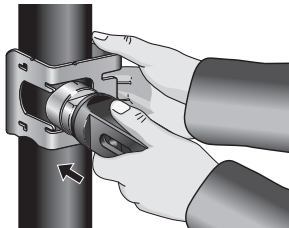

Figura 10 – Introducción del acoplamiento a través de la plantilla de posicionamiento
6. Introduzca el acoplamiento a fondo a través de la plantilla del acoplamiento y dentro del agujero en el tubo. La curvatura del acoplamiento debe corresponder a la curvatura del tubo. El acoplamiento debe quedar asentado sobre el tubo sin dejar espacios vacíos. El expansor debe formar un ángulo recto con el tubo. *Vea la Figura 10.*